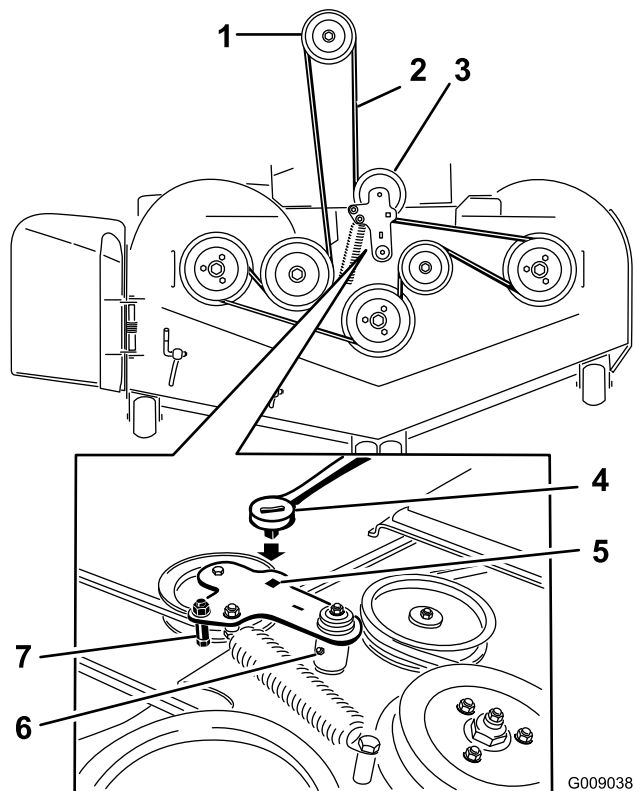

**Figure 74**
8. Vérifiez si un espace est visible entre le support en L et la butée de tringlerie (Figure 74).